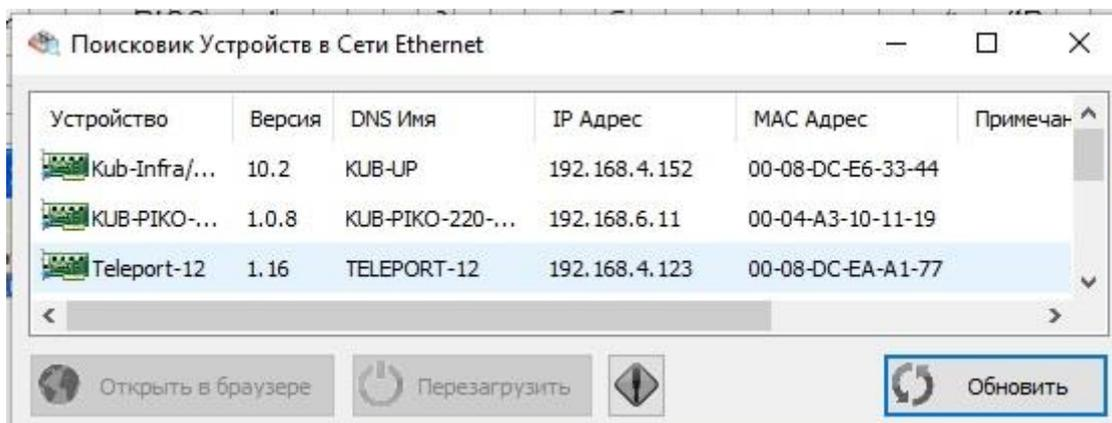

Рис.9.1. Утилита «picSearch»
9.1. С помощью утилиты «picSearch» можно считать у прибора сетевые настройки (IP, МАК и т.п., рис.9.1), а также отправлять команду перезагрузки прибора.